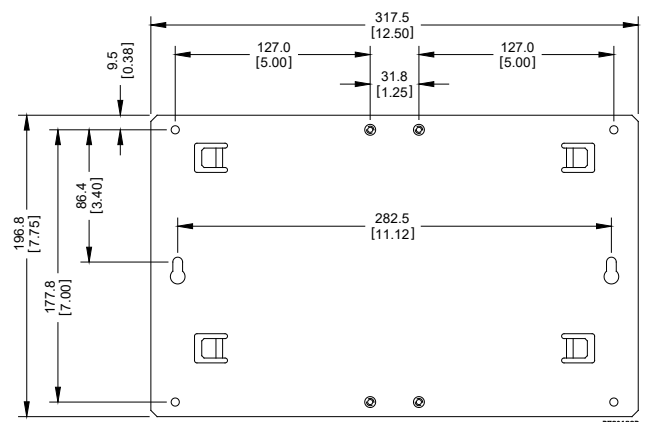

Figure 5. Dimensions du panneau
- Unité principale avec rack d'expansion montés sur le panneau d'adaptation. Positionnez comme souhaité sur la plaque de montage du coffret et repérez l'emplacement des orifices de fixation sur la plaque en utilisant le FB107 comme modèle. Pour connaître les dimensions panneau d'adaptation, consultez la Figure 5. Percez et taraudez des trous de montage dans la plaque à l'aide d'un taraud fileté UNC 8-32. Positionnez le FB107 sur les emplacements taraudés et fixez-le à la plaque à l'aide des quatre vis 8-32 UNX x 1,00 in. de long fournies. Serrez les quatre vis de fixation entre 1,1 et 1,4 N.m environ.